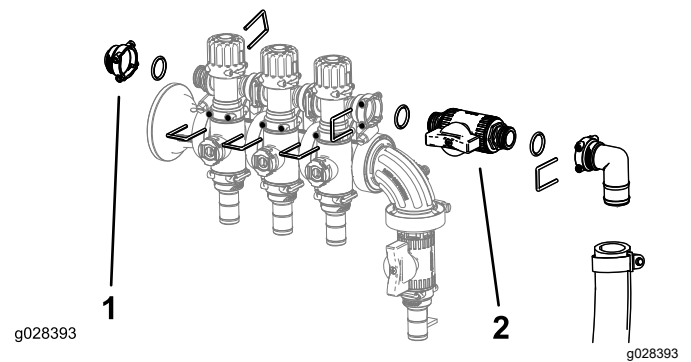

Figura 6
5. Instale el conjunto de válvulas de desvío, el conector hembra, las juntas tóricas, la válvula de cierre, el acoplamiento y la manguera con las horquillas de retención que retiró anteriormente, tal y como se muestra en la Figura 6.